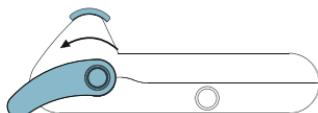

Fig. 2
- 3 Puxe a alavanca de selagem até seu travamento, será emitido um bip (Fig. 2), dando início à selagem (6 segundos). Ao fim deste tempo, o LED se acenderá e dois bips serão emitidos continuamente.